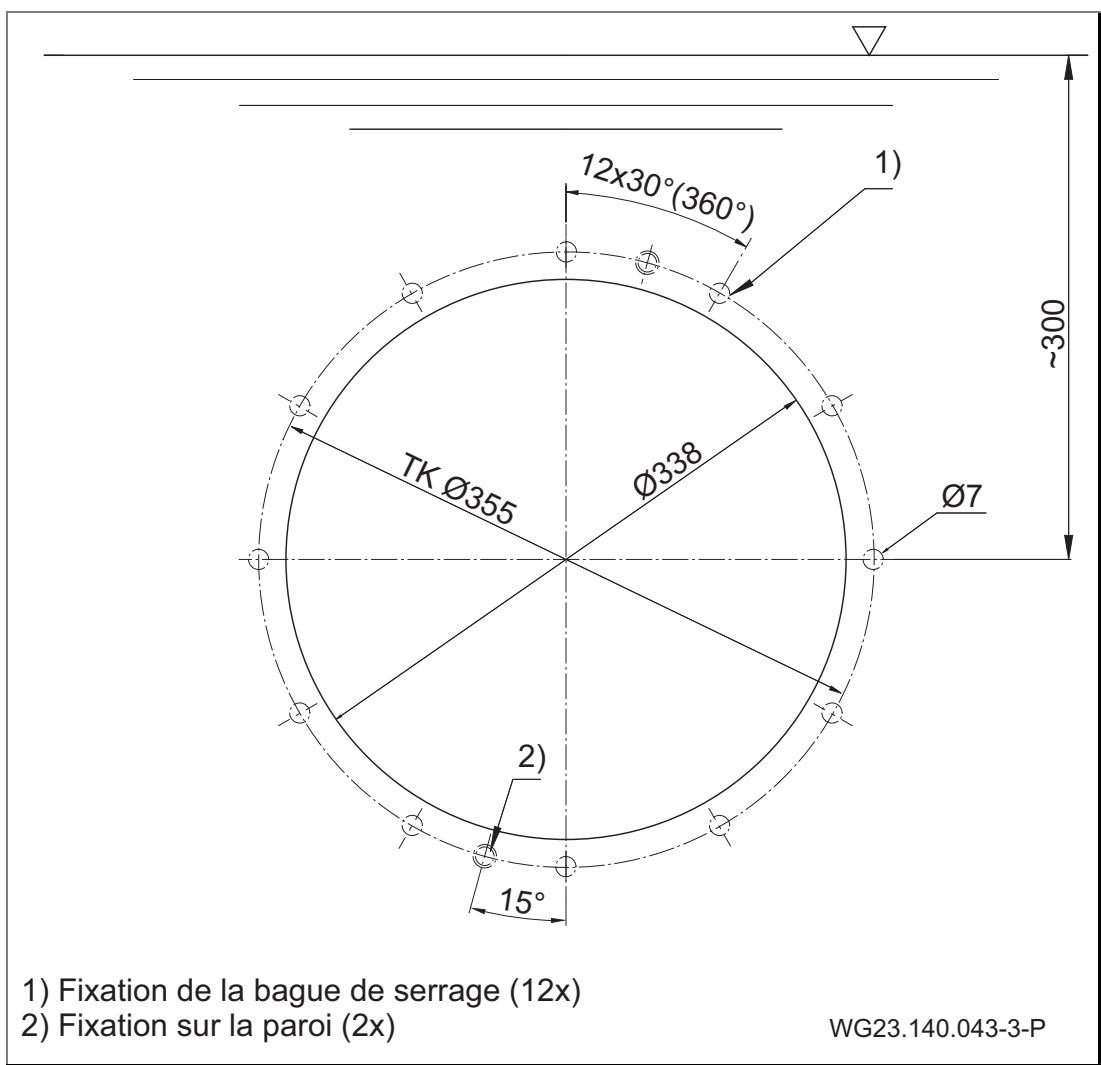
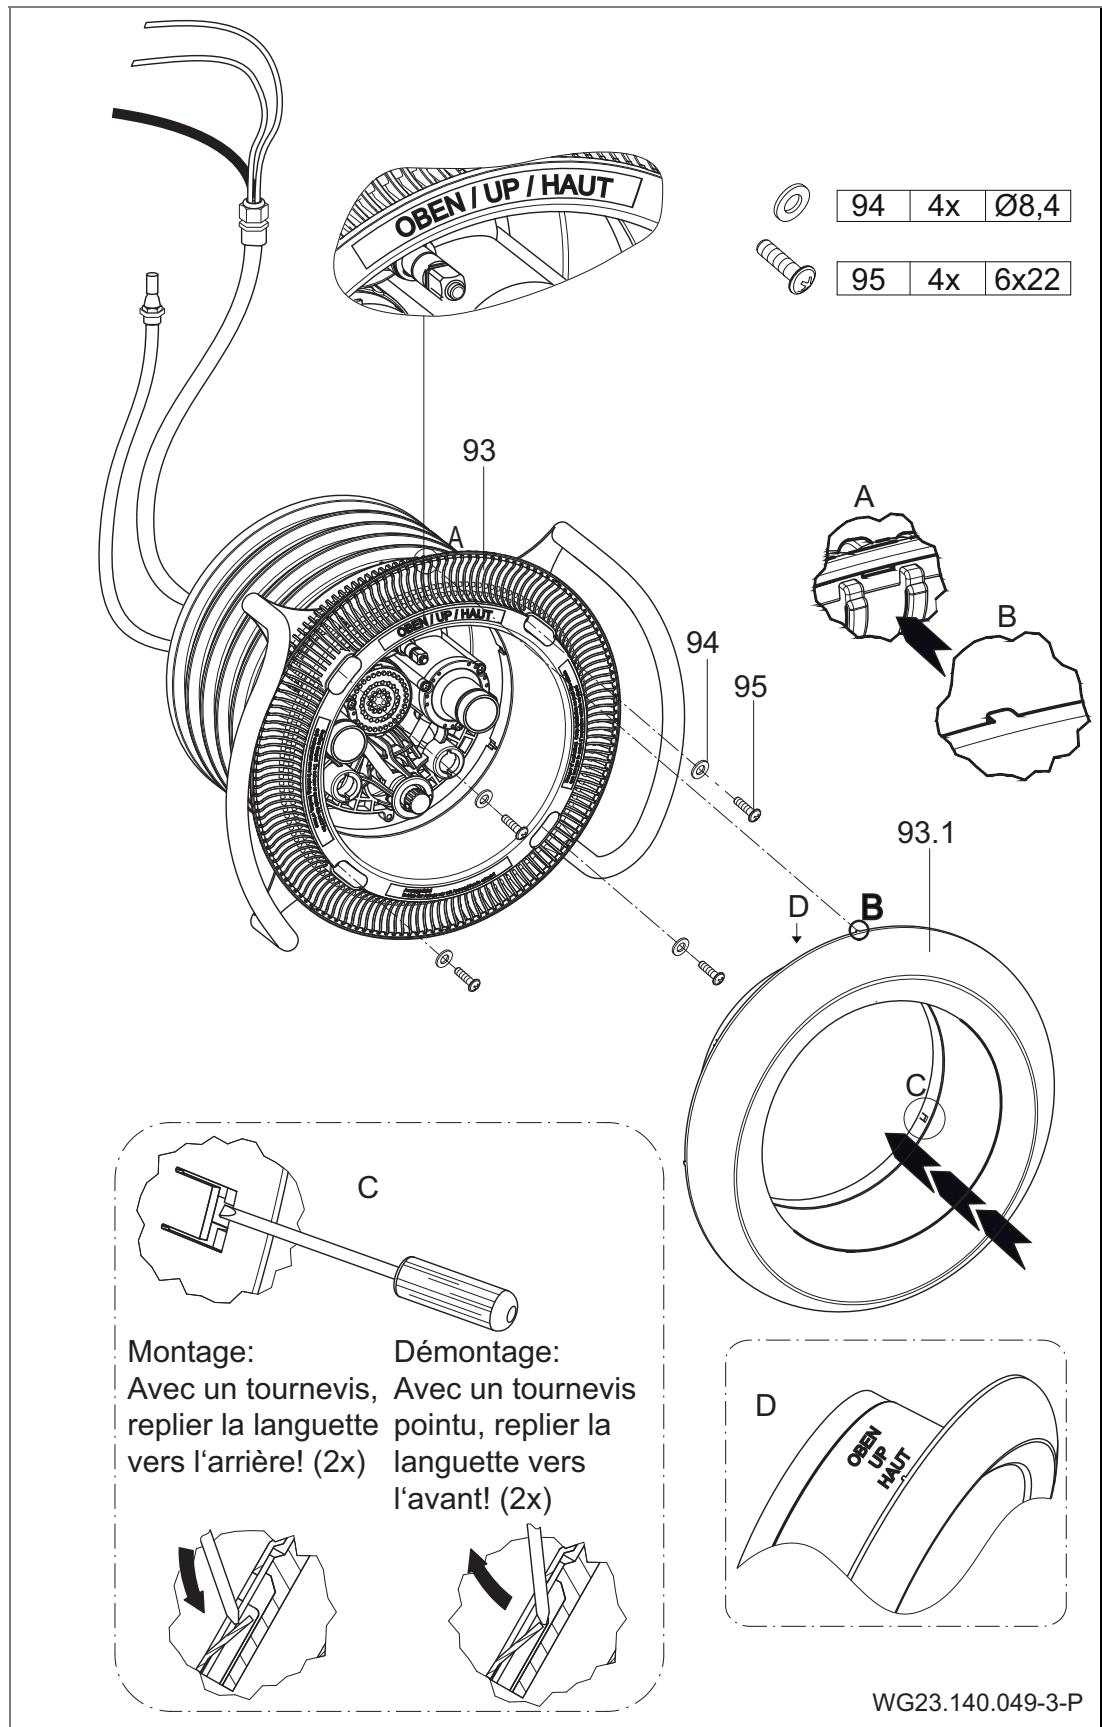

Fig. 11
Fig. 17
8. Placer le carter d'aspiration (93) sur le collier de serrage (28) et le fixer avec quatre rondelles (94) et quatre vis auto taraudeuses (95) (Fig. 11). (Fig. 17)
9. Aligner l'enjoliveur en acier inoxydable (93.1) sur les plots de centrage en surplomb sur les évidements disponibles dans le carter d'aspiration (93). Tenir compte du marquage "OBEN" (HAUT) sur l'enjoliveur en acier inoxydable. Pour le blocage de l'enjoliveur, replier les deux languettes latérales latéralement vers l'arrière avec un tournevis. (Fig. 17)